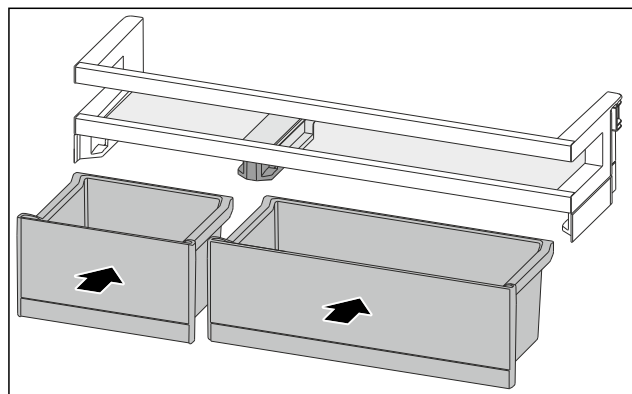

Fig. 117
- VarioBoxy vložte v opačném pořadí. (viz Fig. 117)